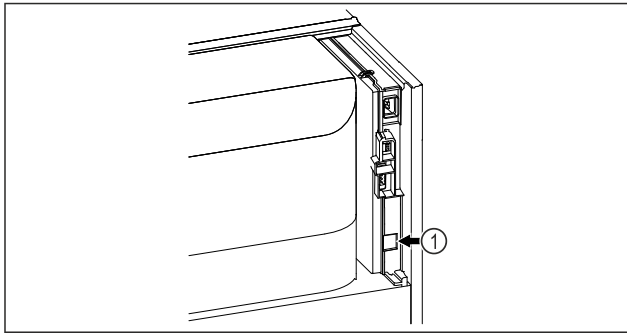

Fig. 100
- ❑ Se utiliza SmartModule Fig. 100 (1).